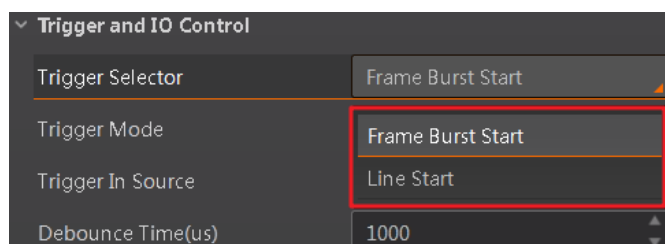

图4-16 选择触发模式
2. 在 Trigger and IO Control 属性树下，根据需求在 Trigger Selector 参数下选择 Line Start（行触发）或 Frame Burst Start（帧触发），如图 4-16 所示。